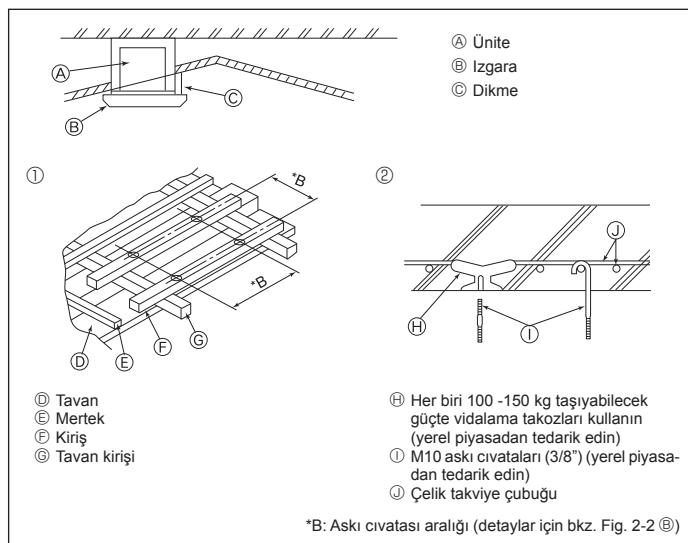

Fig. 2-4
2.4. Asma düzeninin yapısı (asılacağı yer güclü bir yapı olmalıdır) (Fig. 2-4)